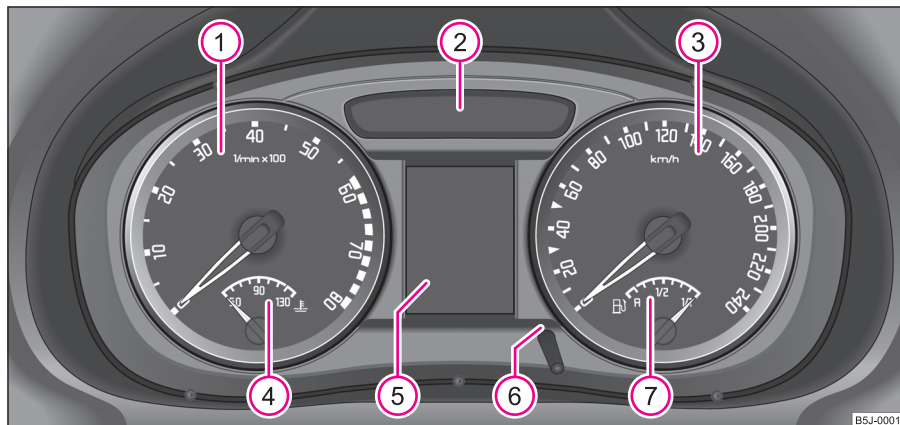
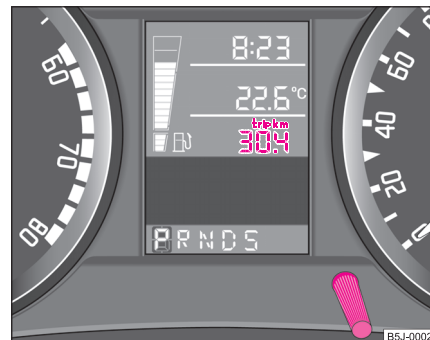

Fig. 2 Tabloul de instrumente
Fig. 3 Display:
Începutul zonei roșii a turometrului ① ⇒ pagina 13, fig. 2 reprezintă pentru toate treptele de viteză turația maximă admisă a motorului în regim normal de funcționare. Înainte de atingerea acestei zone trebuie să selectați treapta de viteză imediat superioară sau poziția **D** a cutiei de viteze automate.
Indicatorul temperaturii lichidului de răcire ④ ⇒ pagina 13, fig. 2 funcționează numai când contactul motor este pus.
Indicatorul rezervei de carburant (7) ⇒ pagina 13, fig. 2 funcționează numai când contactul motor este pus.
Prin apăsarea scurtă pe butonul de resetare (6) ⇒ pagina 13, fig. 2 puteți comuta între contorul km. parcurși zilnic și contorul km. parcurși în total. Pentru a recunoaște care din cele două contoare este afișat pe display, deasupra contorul zilnic apare **trip** ⇒ fig. 3.
Pentru reglarea orei se găsește în partea stângă, lângă vitezo-metru, un buton de reglare ⇒ pagina 13, fig. 2. ►